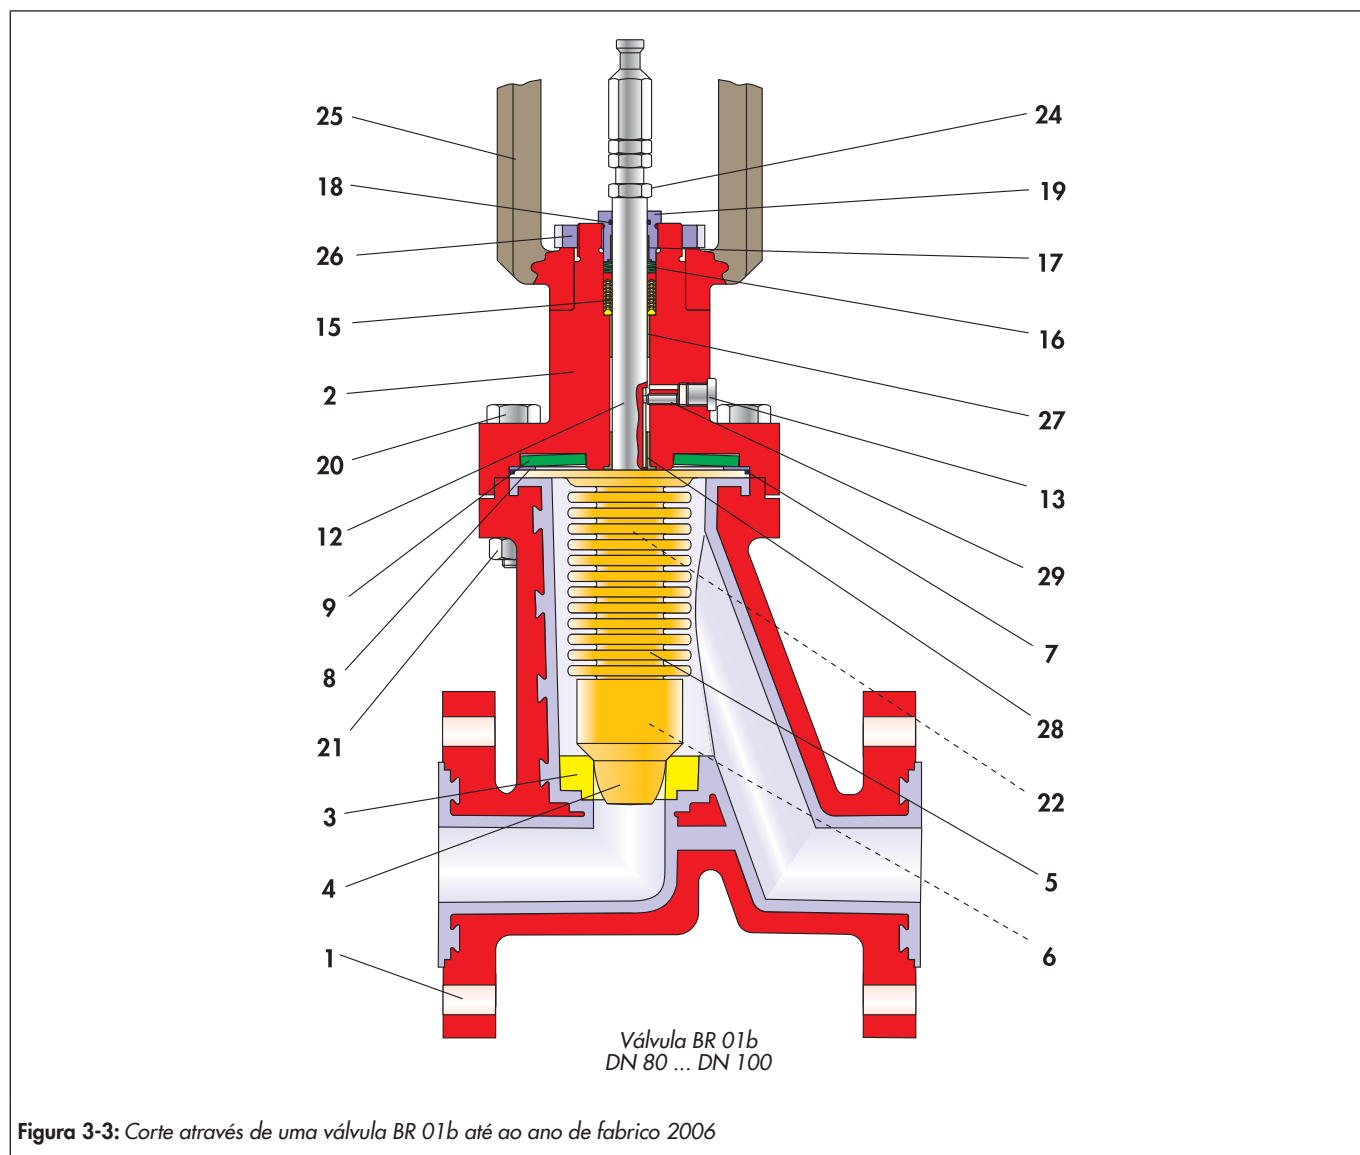

Figura 3-3: Corte através de uma válvula BR 01b até ao ano de fabrico 2006
⇒ Pressionar o empanque de anel em V (15) com a sequência de anel de pressão em V, anéis V de PTFE e anel terminal no orifício previsto. Consultar a disposição do empanque de anel em V no desenho Figura 3-3.
⇒ Introduzir o conjunto de anilhas de mola (16). Consultar a disposição da anilhas de mola no desenho Figura 3-3.
- ⇒ Fazer deslizar a arcada (25) sobre o flange da tampa e fixar com a porca ranhurada (26).
- ⇒ Introduzir a anilha de mola (9), o disco de pressão (8) e o O-ring (7) no flange da tampa (2). Consultar a disposição dos componentes no desenho Figura 3-3.
- ⇒ Introduzir a unidade do fuso pré-montada (ver capítulo 3.5.2.2) no flange da tampa (2)
- ⇒ Pressionar o flange do fole (5) no recesso roscado do flange da tampa (2).
- ⇒ Enroscar o pino roscado (29).